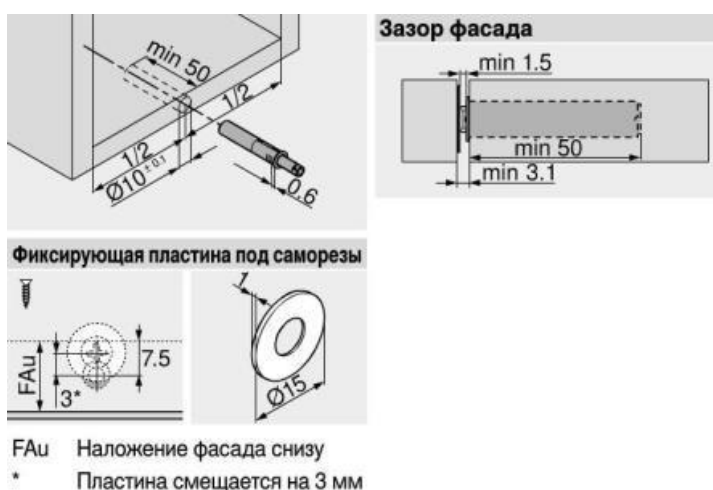

Рис. 27
Рис. 27а
Рис. 27б
Рис. 27в
- шурупами 4x30 соединить вертикальную планку и боковой дистанциатор (Рис. 27а)
- монтажные планки закрепить с помощью пластмассовых уголков (Рис. 27б)
- дистанциатор прикрепить к боковине шкафа шурупами 4x40, шурупы расположить на уровне вертикальной и горизонтальной центральной монтажной планки (Рис. 27в)